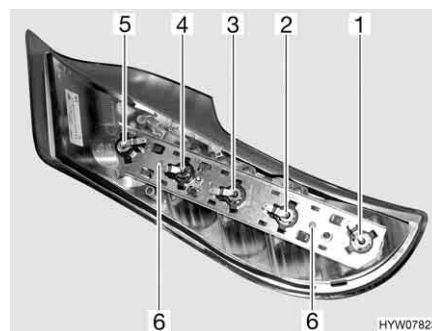

Fig. 122 Luci posteriori (lato posteriore)
- Svitare le due viti Torx (Fig. 122,6) del listello di supporto poste sul lato posteriore dell'involucro.